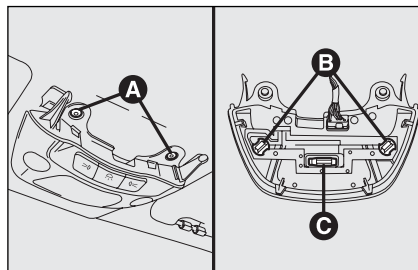

fig. 42
- ☐ dévisser les 2 vis de fixation **A**-fig. 42, puis tourner les deux porte-lampes **B** dans le sens contraire des aiguilles;
- ☐ enlever les ampoules à remplacer. Pour remplacer l'ampoule **C**-fig. 42, la dégager des contacts latéraux en s'assurant que la nouvelle ampoule soit correctement bloquée entre les contacts mêmes.